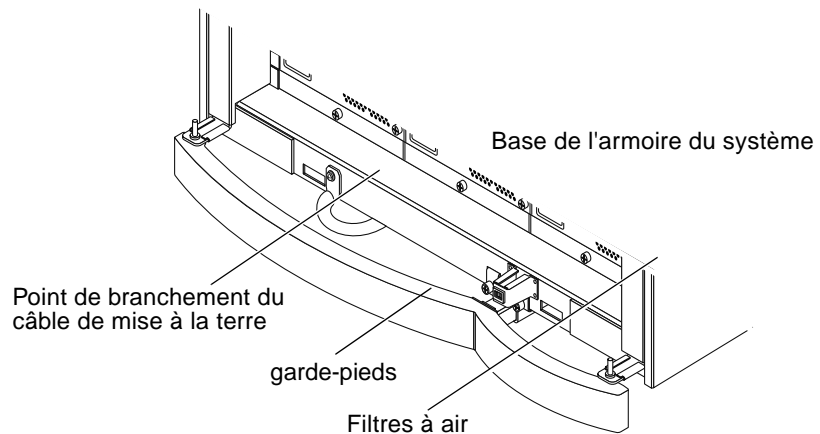

FIGURE 2-3 Point de branchement du câble de mise à la terre sur l'armoire du système
3. Branchez le câble de mise à la terre au système, derrière le garde-pieds situé au bas du châssis, comme le montre la FIGURE 2-3.